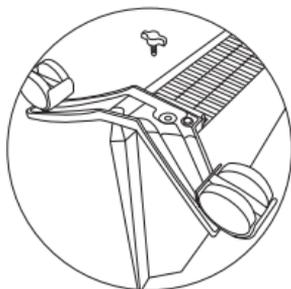

Рис. 6
- приложить планку опорной шасси к месту крепления на конвекторе так, чтобы выпуклая часть планки прилежала плотно к корпусу конвектора и находилась ближе к его задней стенке, винтовое отверстие должно совпадать (рис. 6);